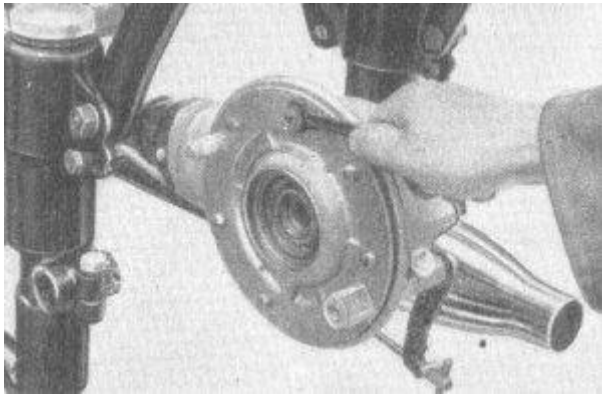
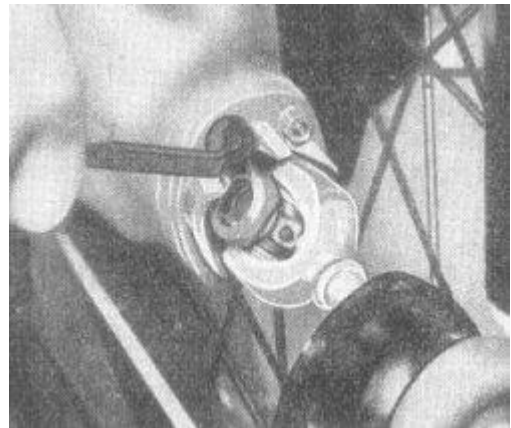

Bild 44. Muttern am Kardangehäusedeckel nachziehen
Bild 45. Muttern am Deckel zum Kreuzgelenk nachziehen
9. Schrauben und Muttern am Fahrgestell nachziehen, insbesondere die Mutter am Befestigungsarm der Hinterradfederung, die Schrauben am Gummigelenk und die Muttern am Hinterrad-Antriebsgehäusedeckel und am Deckel zum Kreuzgelenk. Um die Muttern am Antriebsgehäusedeckel nachziehen zu können (**Bild 44**), sind nach Herausnehmen des Hinterrades die Bremsbacken abzunehmen. Zum Nachziehen der Muttern am Deckel zum Kreuzgelenk (**Bild 45**) ist zunächst die Schutzhaube nach dem Lösen der Befestigungsschrauben zurückzuziehen.